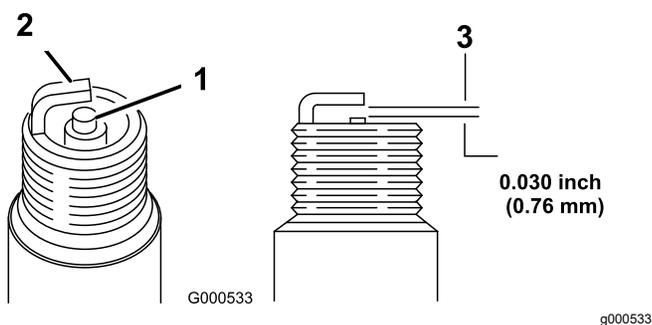

Figure 26
11. Réglez l'écartement des électrodes à 0,76 mm, comme montré à la Figure 26.